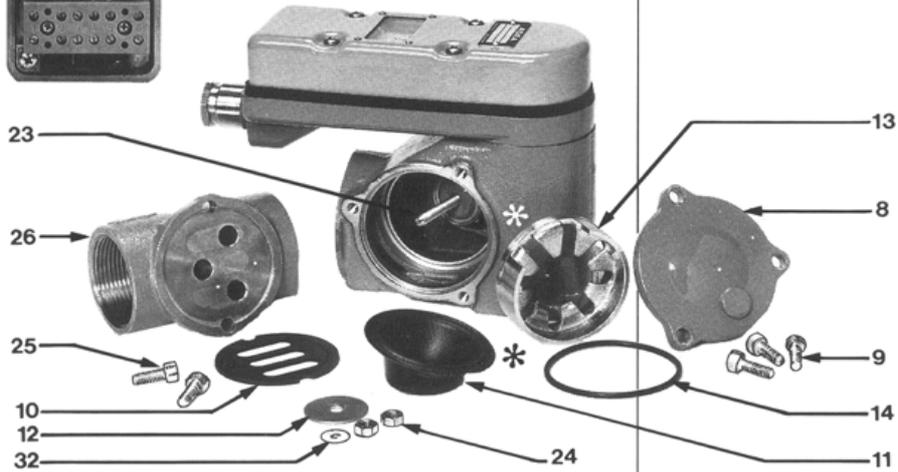

Bild 6
2. **Drehung des Drosselflanschgehäuse** Siehe Bild 6
## Auswechseln der Membran Siehe Bild 6
- daß die Anschlagsschraube (23) Bild 6, den Ausschlag auf die obere Kante des Skalenstriches 6 begrenzt. Der Anschlag ist dazu da, daß die Feder nicht überbelastet wird. Eine Einstellung des Anschlages kann durch das Versetzen der Muttern (24) erreicht werden.